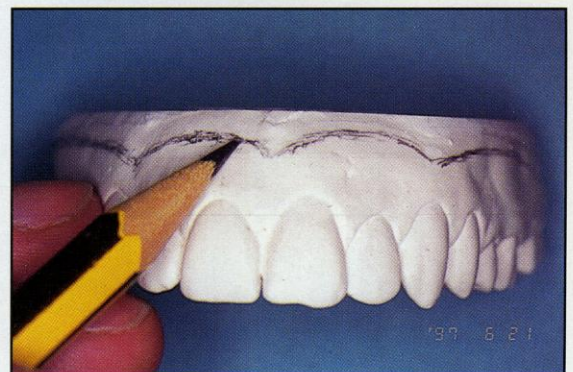

Fig. 3 Línea con lápiz de 4-5mm desde el margen gingival que indica la inserción de los frenillos.
2. Dibuje con lápiz una línea a 4-5mm del margen gingival, indicando la inserción del frenillo y el límite del material del retenedor (Fig. 3).